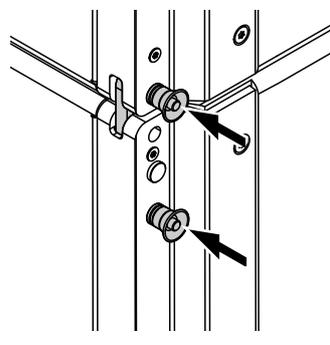

図 2: スプレイ角が 0° の SUB to SUB
2. キャビネット間のスプレイ角が 0° の SUB to SUB (⇒ 図 2)。